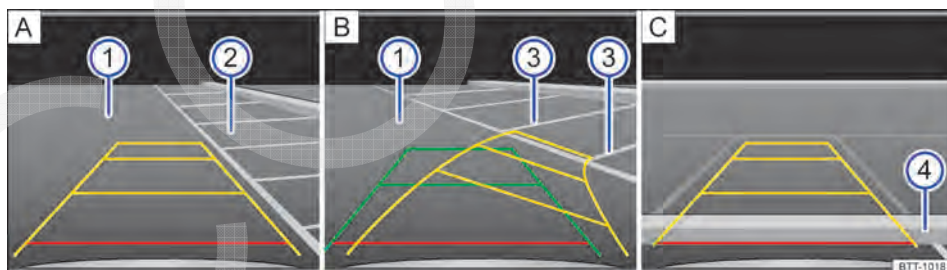

Fig. 184 Exibição do display do rádio ou do sistema de navegação: entrar na vaga de estacionamento com a câmera de marcha a ré, modo 1.
Legenda para a representação esquemática Fig. 184:
2.	Posicionar o veículo na frente da vaga de estacionamento ② ⇒ Fig. 184 A.
4.	Conduzir lentamente para trás e manobrar de modo que as guias amarelas sejam guiadas ao longo das linhas de limitação lateral ③ da vaga de estacionamento selecionada B. Observar a seguinte mensagem: Controlar a trajetória do veículo! ⇒ ⚠ em Introdução ao tema na página 253!
5.	Alinhar o veículo na vaga de estacionamento selecionada de modo que as guias verdes e amarelas fiquem em cima das linhas de limitação lateral ③ da vaga de estacionamento selecionada.
6.	Parar o veículo o mais tardar ao atingir a guia vermelha de limitação traseira, por exemplo, meio-fio ④ C.